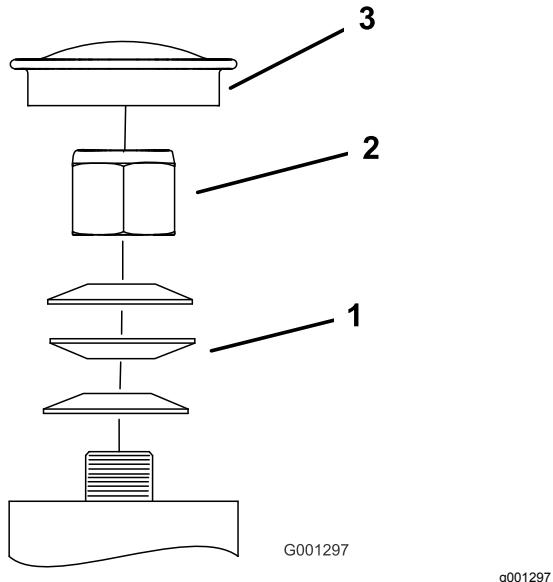
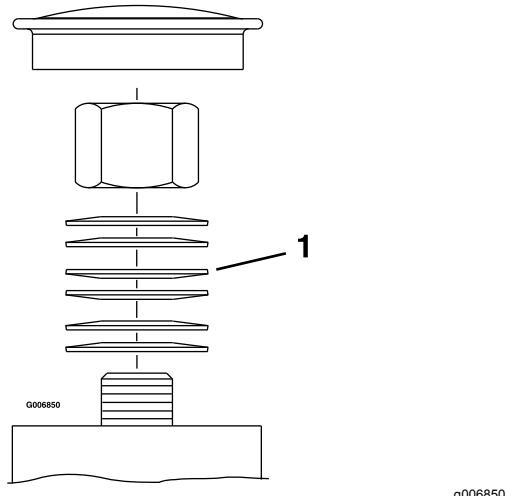

Figure 43
Figure 44
3. Retirez le chapeau de protection de la roue pivotante et serrez le contre-écrou (Figure 43 et Figure 44).
4. Continuez de serrer le contre-écrou jusqu'à ce que les rondelles élastiques soient aplatis, puis desserrez-le de 1/4 de tour pour obtenir la précharge correcte des roulements (Figure 43 et Figure 44).
Important: Veillez à placer les rondelles élastiques comme illustré à la Figure 43 et la Figure 44.